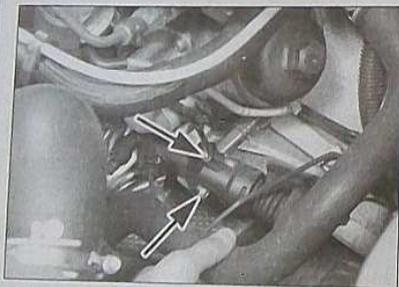

FIG.3
- les fixations du récepteur de la commande d'embrayage et l'écarter après avoir débridé sa canalisation mais sans ouvrir celle-ci (Fig.3).